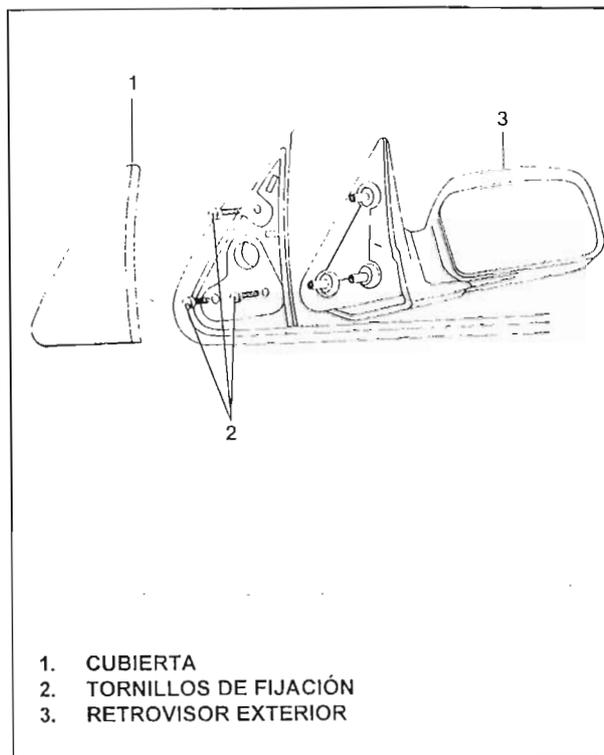

Fig. 17.
11. RETIRADA/ INSTALACIÓN DEL RETROVISOR EXTERIOR (Fig.17)